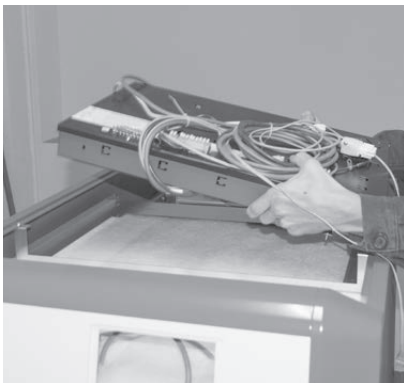
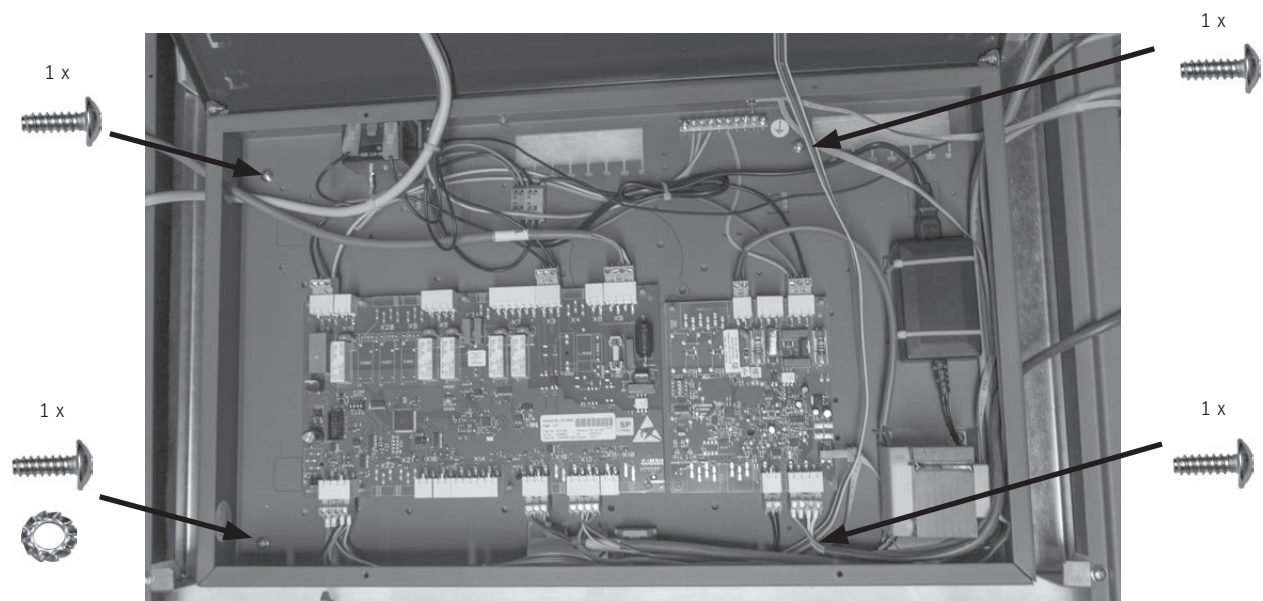

Fig. 47 Posare il quadro di comando sulla caldaia
Fig. 48 Fissare il quadro di comando
- Posare il quadro di comando sulla caldaia (Fig. 47), aprire il coperchio del quadro di comando e fissarlo all'interno con 4 viti per lamiera e 1 anello a dente di sega per la messa a terra – Fig. 48.